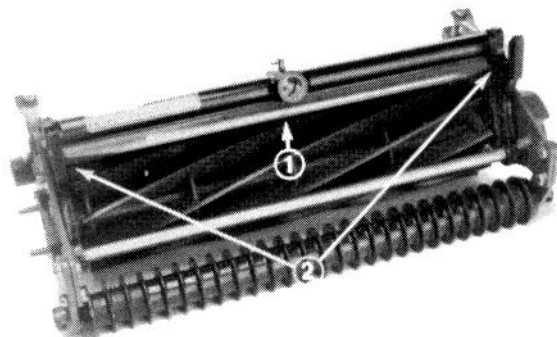

Figure 3
1. Réglez le module de coupe dans une position de coupe normale (Fig.3).
teur souhaitée et resserrez les attaches (Fig.3).